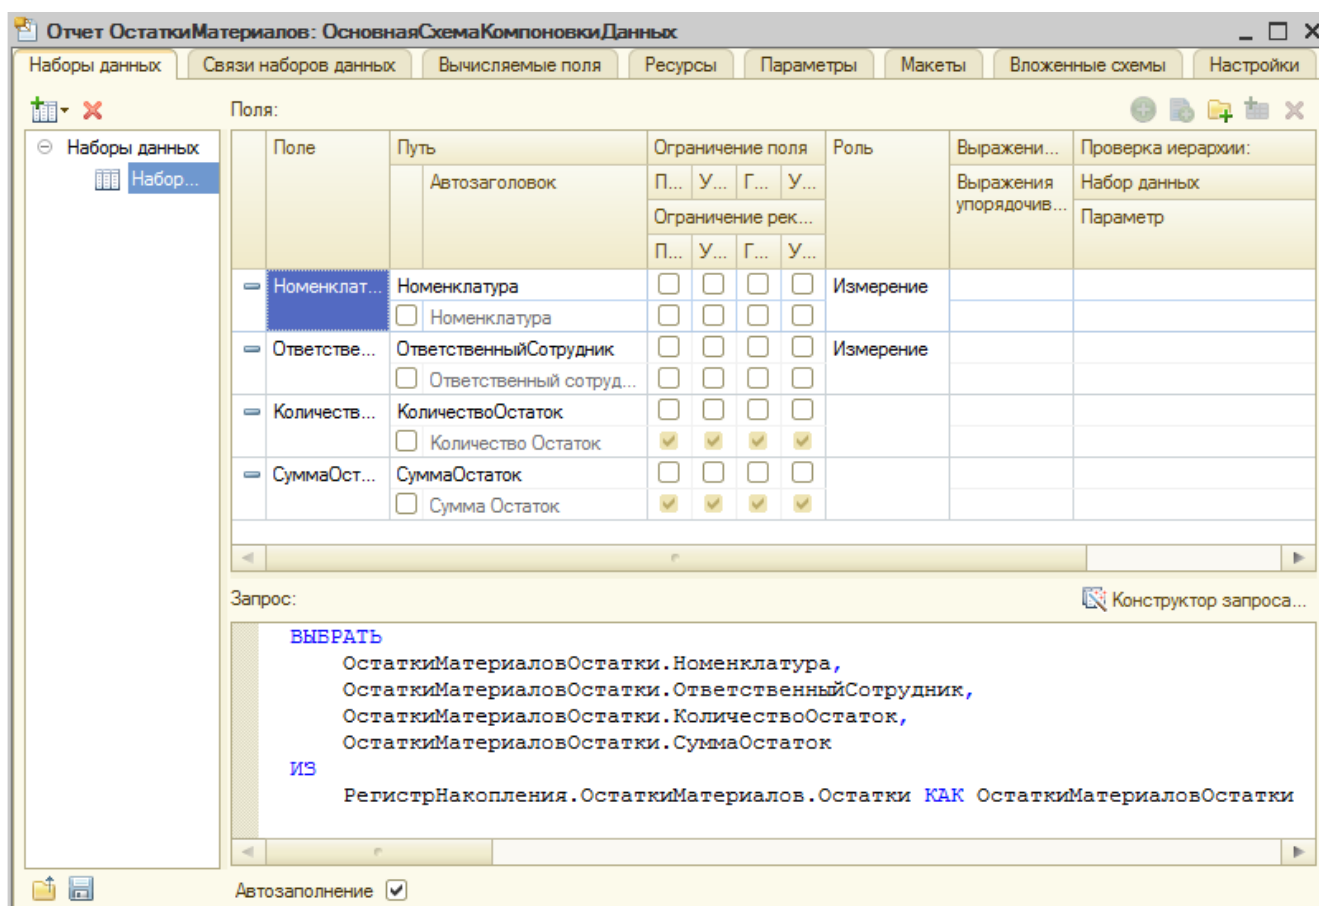

Рисунок 13.3- Автозаполнение списка полей на закладке Наборы данных
5. На этом работа с конструктором запроса завершена – остальные настройки мы будем делать в конструкторе СКД. Благодаря установленному по умолчанию флагу **Автозаполнение**, на вкладке **Наборы данных** после создания запроса мы можем видеть заполненный список полей, рисунок 13.3. – с этими полями мы сможем работать при создании отчета.